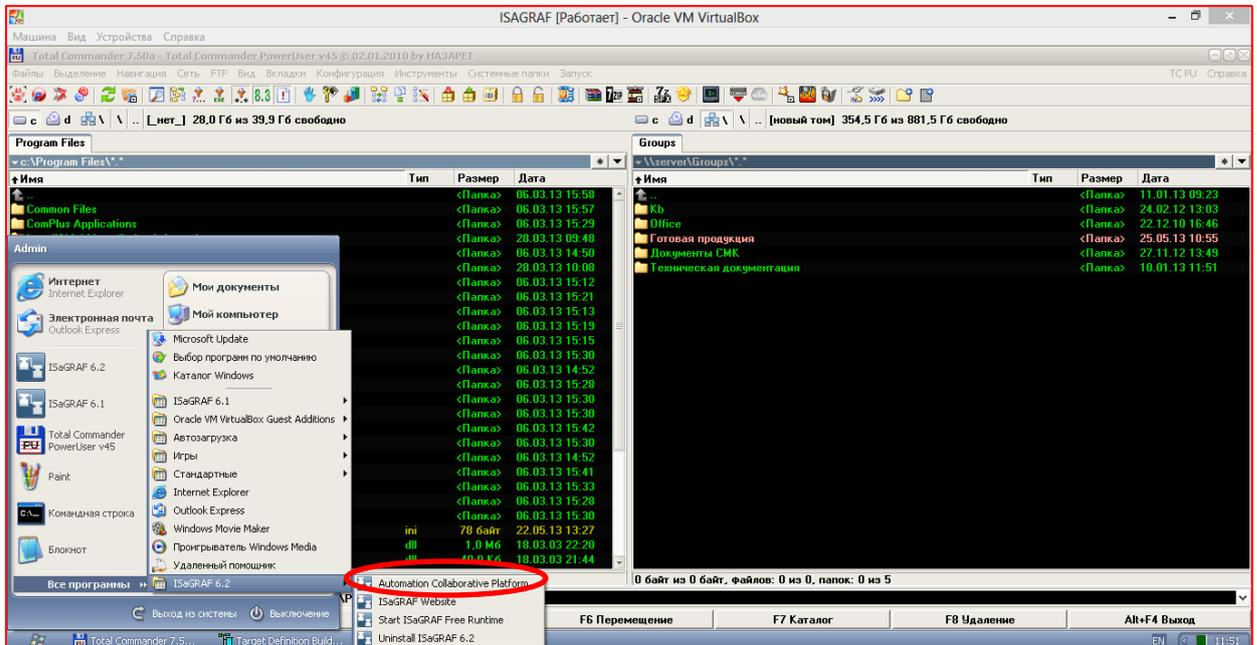

Рисунок 1. Запуск ISaGRAF.
- 2) После установки запустите среду разработки ISaGRAF 6 (рисунок 1).